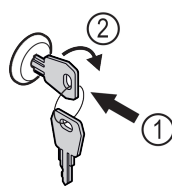

Fig. 153 Vejledende illustration
- ▶ Sæt nøglen i Fig. 153 (1).
- ▶ Drej nøglen 90° med uret Fig. 153 (2).